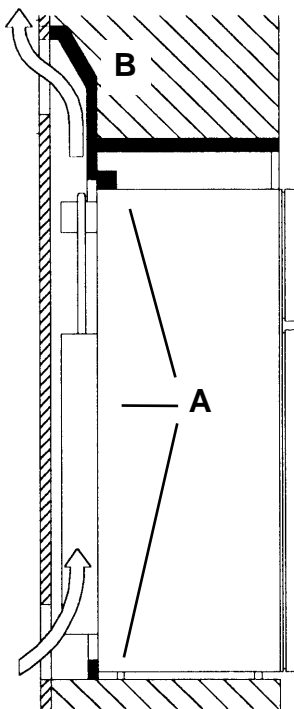

Fig. 1
Il faut également installer une plaque de renforcement (B), munie des joints à lèvres (A) difficilement inflammable, dans le renforcement (voir fig.1). Placer la plaque de renforcement (B) de telle sorte que l'air chaud s'échappe par la grille d'aération supérieure.
La plaque (B), munie des joints à lèvres (A), doit également isoler le réfrigérateur par rapport à la pièce (voir fig. 1,4).